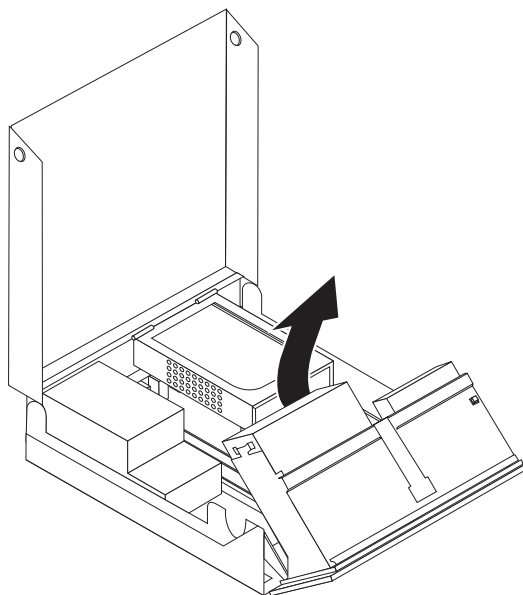

图 17. 操作主板
3. 向上旋转驱动器托架组合件以便操作主板。请参阅图 17。